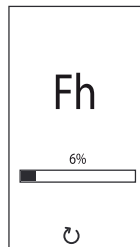

fig. 9 - Sfiato con ventilatore spento
- Nei successivi 280 secondi, prosegue il ciclo di sfiato con il ventilatore spento (fig. 9 - *Sfiato con ventilatore spento*).